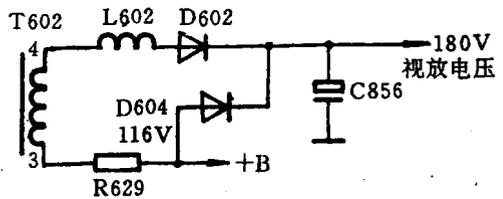

图 1
彩电工作正常时,测视放电压正常(180V),三个视放管 C 极电压也正常(130V 左右)如图 1 所示。亮度失控时视放电压变为 110V 左右,三个视放管 C 极电压仅为 60V 左右。此时顺着视放电压电路检查元件均正常,置换视放电压整流二极管 D602,滤波电容 C856 (10μF/250V)故障不变。反复检查,发现行输出变压器 T602④脚外串接的电感 L602 一端开焊,但外观看似焊接正常,重新焊接该端,故障立即排除,彩电工作正常。